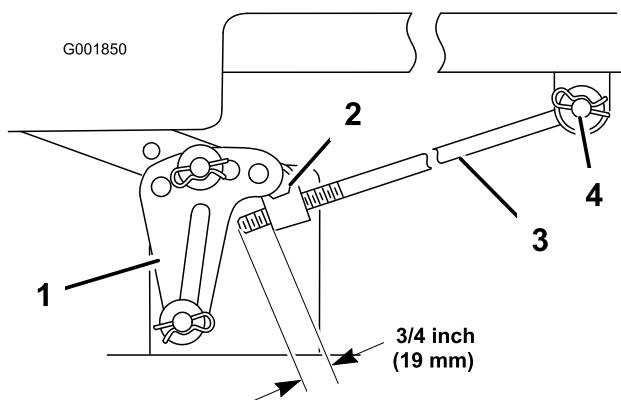

Figura 55
5. Misurate la sporgenza dell'asta dal blocco di regolazione ai lati del telaio (Figura 55).
6. Se l'asta **non** è lunga 19 mm, togliete la coppiglia a forcina e la rondella dall'estremità dell'asta di regolazione (Figura 55) e girate l'asta fino ad ottenere la lunghezza di 19 mm.